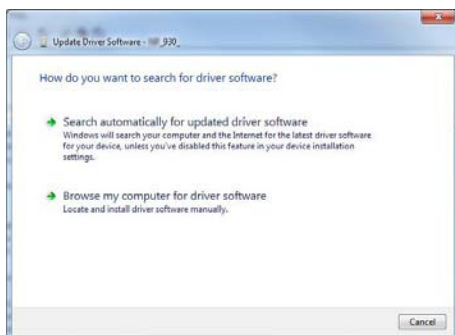

Abbildung 36: Treibersoftware aktualisieren
- Wählen Sie die Option "Auf dem Computer nach Treibersoftware suchen" (siehe Abbildung 36).